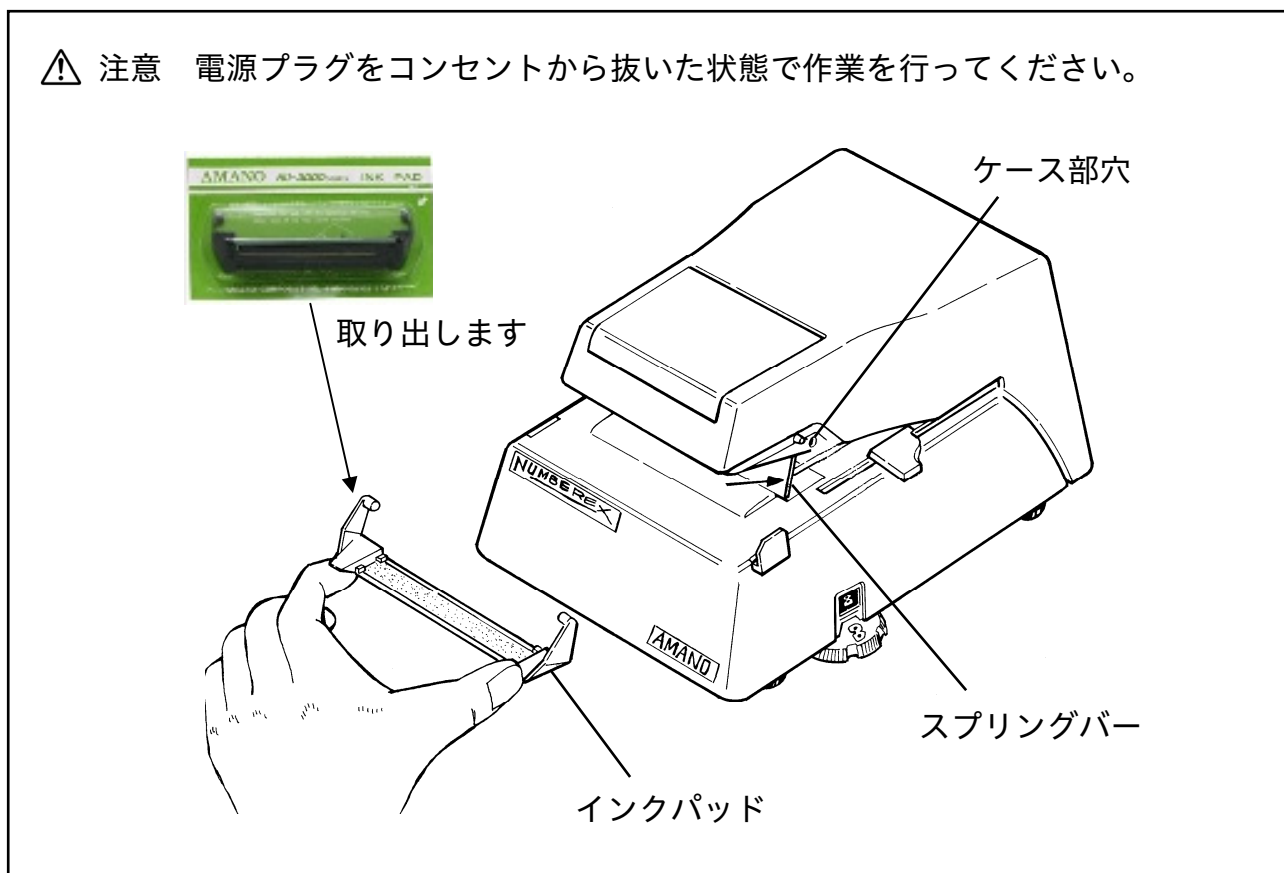

図2
- (2) インクパッドを、上ケースに沿ってスプリングバーの矢印の方向に押しながら、上ケースにある穴に入れてください。(図2参照) (14ページ図10参照)